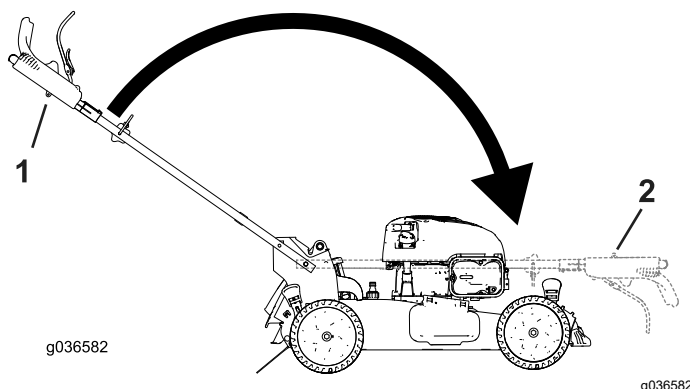

Рисунок 27
2. Сложите рукоятку, повернув ее вперед (Рисунок 27).